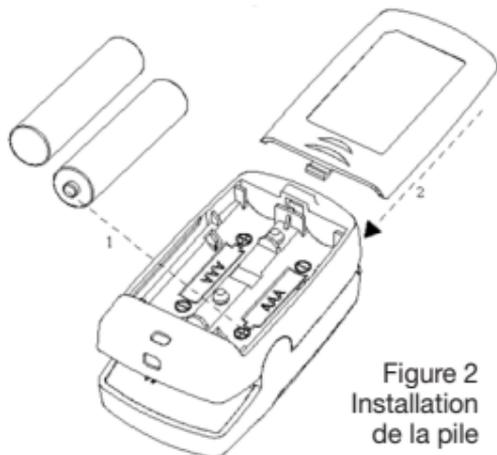

Figure 2
2. En se référant à la figure 2, introduire correctement 2 piles AAA dans le compartiment correspondant.